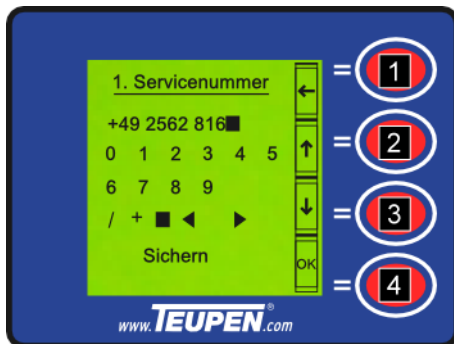

Abb. 75: Eingabe Service-
1. Mit den [Funktionstasten] (Abb. 75/2 und 3) die gewünschte Ziffer oder Sonderzeichen auswählen.
2. Mit der [Funktionstaste] (Abb. 75/4) die Auswahl bestätigen.